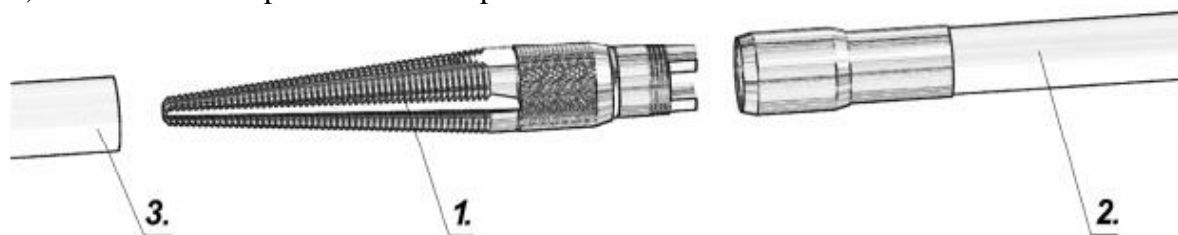

Figura 8.8.1
Pentru instalarea tevilor din PE, PVC (manual), trebuie sa utilizati niplul de insertie (1) (Figura 8.8.1.). Aceasta metoda poate fi utilizata pentru tevilor cu diametrul $\text{Ø}25\div\text{Ø}55$ mm.